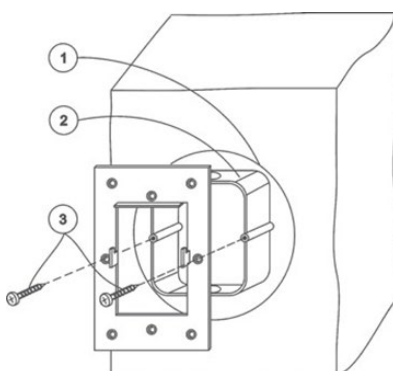

Рис.13
2. В подготовленное место установить монтажную коробку (из комплекта изделия). Коробку зафиксировать на стене саморезами через отверстия в дне коробки при помощи дюбелей, либо с помощью раствора (гипсовая, песчано-цементная смесь и пр.) (см. рис.13).
3. На установленную монтажную коробку саморезами (в комплекте) закрепить монтажную металлическую рамку (из комплекта изделия). Выступы, находящиеся в центральной части рамки, фиксирующие панель управления на стене, должны быть ориентированы на себя, зубцами вверх. (см. рис.13).